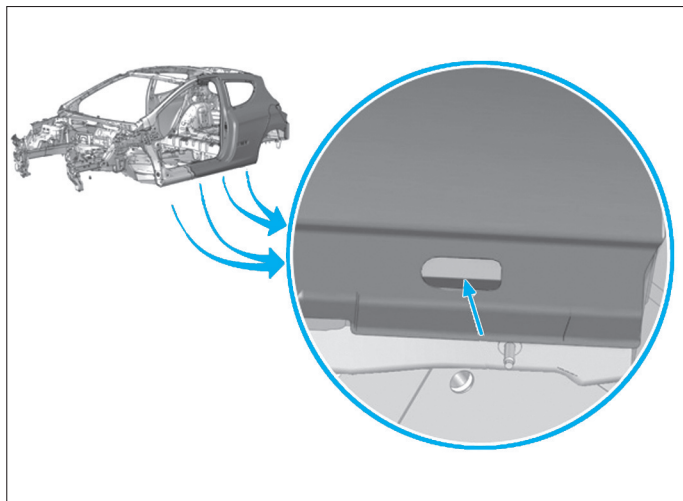

FIG. 159
- Effectuer les protections anticorrosion en prenant soin de ne pas obturer les soyages du bas de caisse (Fig.159).